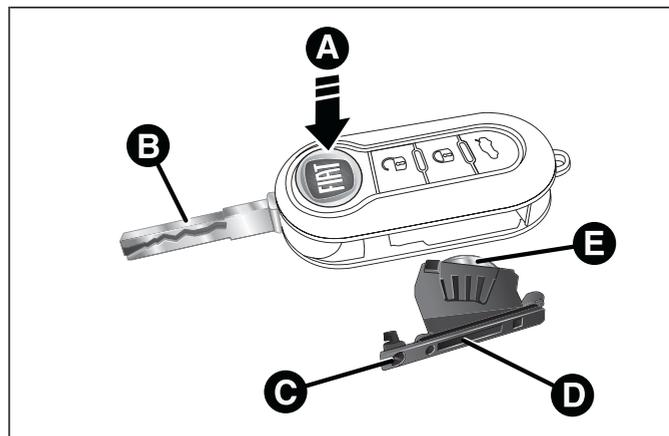

fig. 11
- appuyer sur le bouton A fig. 11 et mettre l'insert métallique B en position d'ouverture ;